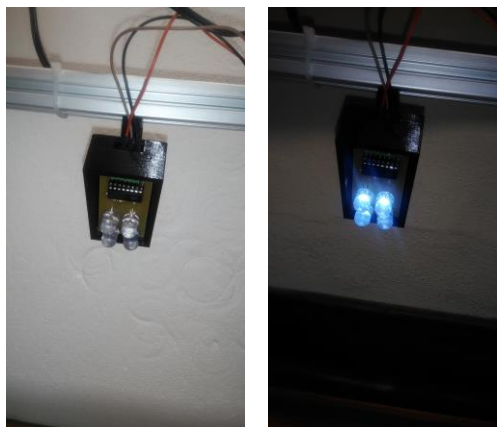

Figura 7: Aspeto do semáforo quando apagado (à esquerda), e quando aceso (à direita)
- a) O semáforo será implementado recorrendo a quatro LED (como se pode ver na Figura 7, à esquerda).
- b) O semáforo acenderá uma luz branca para sinalizar o arranque da prova (como se mostra na Figura 7, à direita).